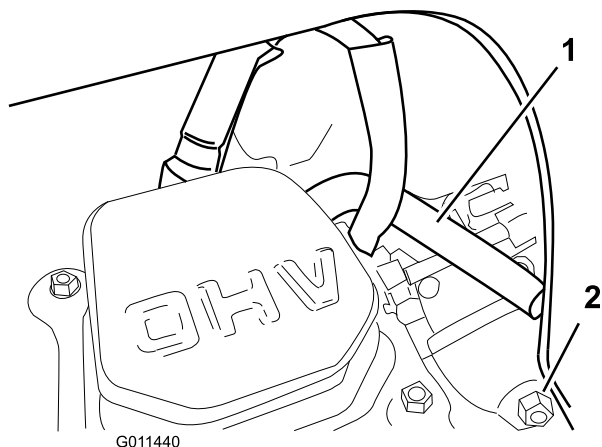

图36
注意： 确保通气管经过火花塞电线上方，如图36中所示。
6. 通过化油器放油螺栓（图36），把化油器中的燃油排入经批准的汽油容器中。